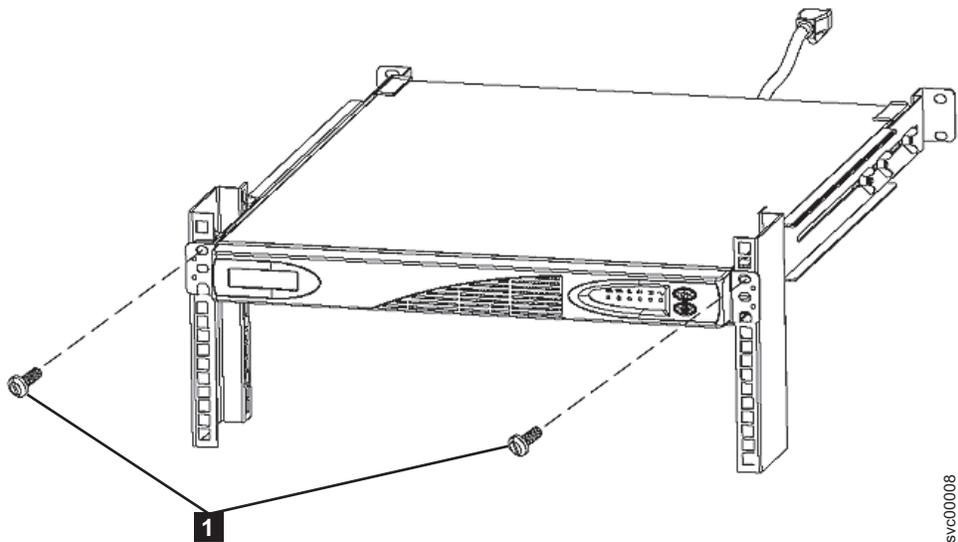

図30. 2145 UPS-1U 用取り付けねじの取り付け
5. 2145 UPS-1U の前面に 2 つの取り付けねじ **1** (図 30) を取り付けます。